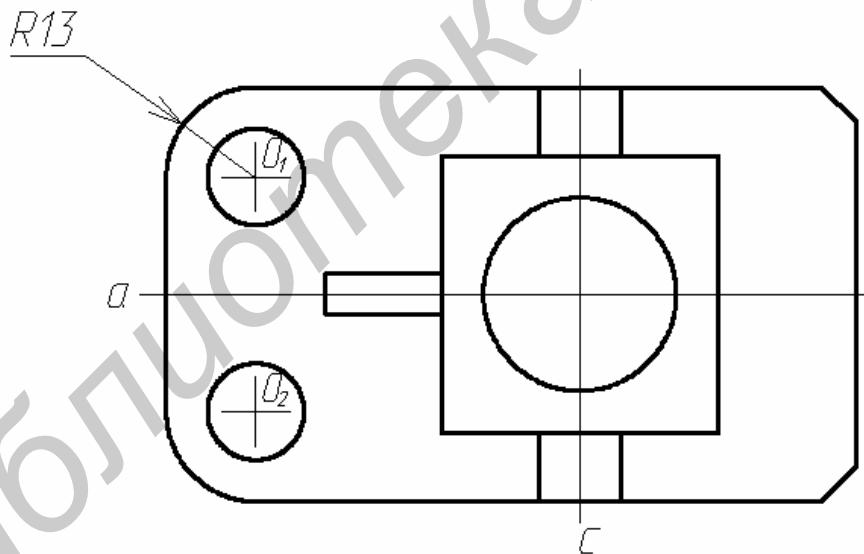

Рис. 19. Построение сопряжений и фасок. Копирование объектов
Квадрат построен. Следующий этап – построение сопряжений, фасок и двух окружностей диаметром 14 мм (рис. 19).
Левые прямые углы внешнего контура на виде сверху (см. рис. 19) скруглены дугами радиусом 13 мм. Выполнить подобные скругления проще всего командой редактирования **Сопряжение**. Сопрягать можно две пересекающиеся прямые или прямую и окружность (дугу).
**Построение двух окружностей диаметром 14 мм** (см. рис. 19). Построим их по следующей схеме: определим и отметим центровыми линиями центры окружностей, затем построим одну окружность, а вторую сформируем при помощи команды редактирования **Копирай**.
1. Выделим единичным выбором верхнюю окружность без маркера центра (см. рис. 19).
- выделим прямые **a** и **c** (см. рис. 19) и изменим ручками их длину так, чтобы они выступали за пределы квадрата и внешнего контура вида сверху на 2 – 5 мм.